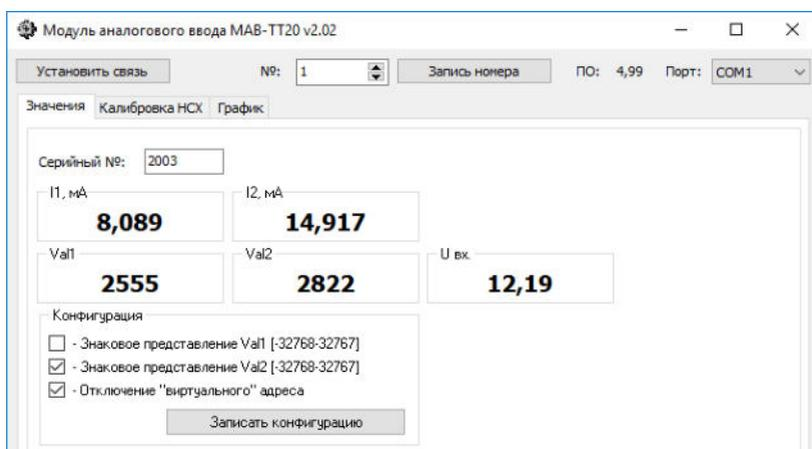

Рис.7. Окно программы **MAV-T20.2** после установления связи с модулем.
Если номер COM-порта установлен правильно и к компьютеру подключен модуль с сетевым номером 1, окно программы **MAV-T20_Setup** примет вид, показанный на рис.7.
- от 0 до 65535, если в разделе «**Конфигурация**» (см. рис.7) не установлена галочка в окошке «**Знаковое представление Val1** или **Val2**»;
Если номер СОМ-порта и сетевой номер модуля установлены правильно, окно программы примет вид, показанный на рис.7. Измеренные значения тока на входах модуля выводятся в окнах «**I1, mA**» и «**I2, mA**».